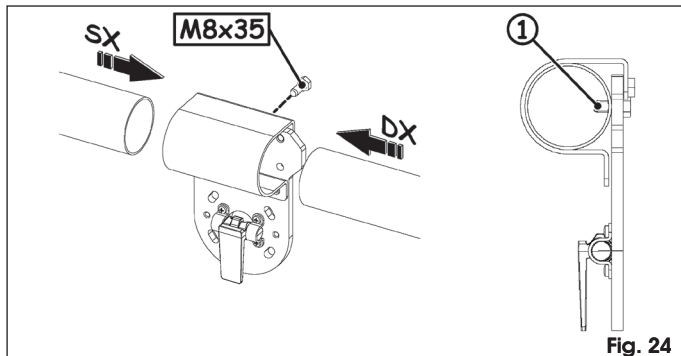

Fig. 24
Su un'estremità dell'asta è stato ricavato un foro. Il foro deve essere orientato in modo tale da permettere l'inserimento della vite di sicurezza, Fig. 24 rif. ①, evitando così che l'asta possa scivolare verso il basso quando si trova in posizione verticale.